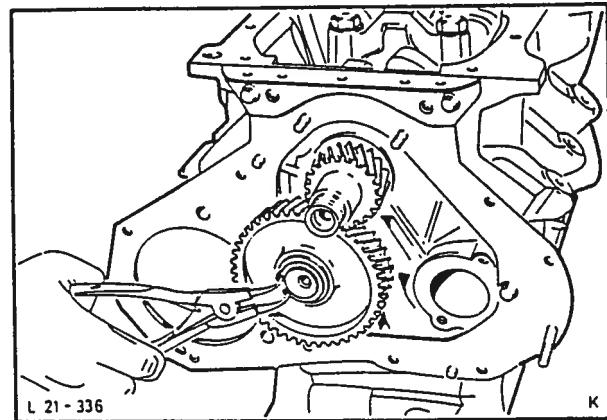

Fig. 51 Demontering av mellomdrev.
22. Demonter mellomdrevets låsing, skive og drevet, fig. 51.